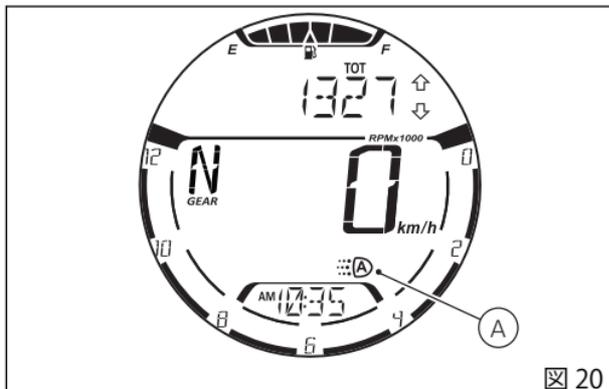

図 20
左側スイッチにあるボタン (5) を使用すると、DRL が “MANUAL” に設定されて消灯します。もう一度ボタン (5) を押すと、DRL が点灯して “AUTO” に設定されます。DRL が “AUTO” に設定されている時は、ディスプレイにマーク (A、図 20) が表示されます。(図 20)
た場合はDRLが自動的に消灯し、ロービームランプが点灯します。一方、インストルメントパネルが外光の強い状況(DAY)を検出した場合は、DRLが点灯し続け、ロービームランプが消灯したままになります。このモードでは、インストルメントパネルが検出した外光の明るさに応じて、DRLとロービームを自動的に切り替えます。ディスプレイにはマーク(A、図20)が表示されます。